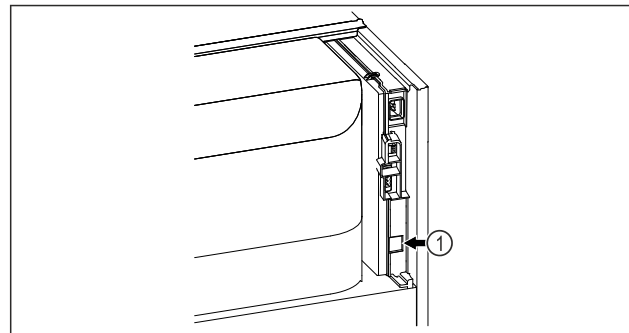

Fig. 134
- Moduli SmartModule Fig. 134 (1) është vendosur.